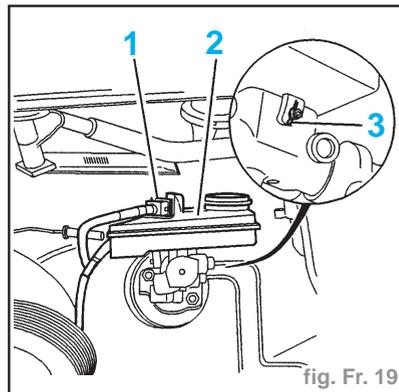
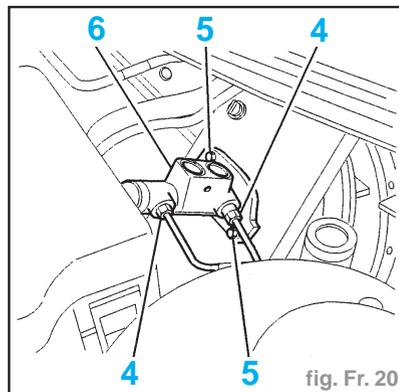

fig. Fr. 19
fig. Fr. 20
- Débrancher le connecteur (1) (fig. Fr. 19).
- Vidanger le réservoir (2) de liquide de frein à l'aide d'une seringue propre.
- la goupille (3) de fixation du réservoir (2)
- le réservoir de liquide de frein (2)
- Désaccoupler les tuyaux de freins (4) (fig. Fr. 20).
- écrou (5) à **2 daN.m**